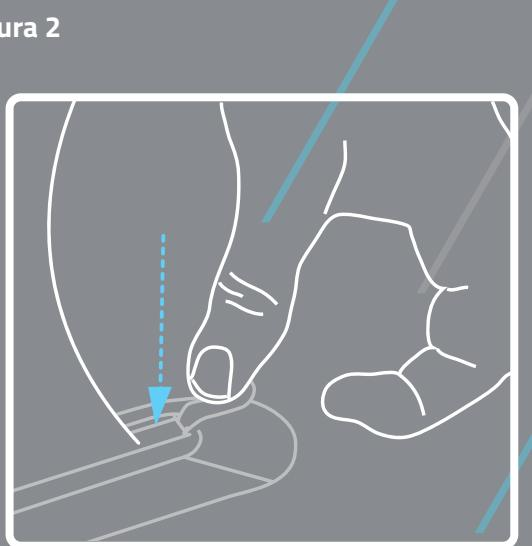

Figura 2.
- Spingere con decisione l'altra estremità della pinna verso il basso e bloccarla in posizione abbassando la chiusura finché non si sente uno scatto. **Figura 2**